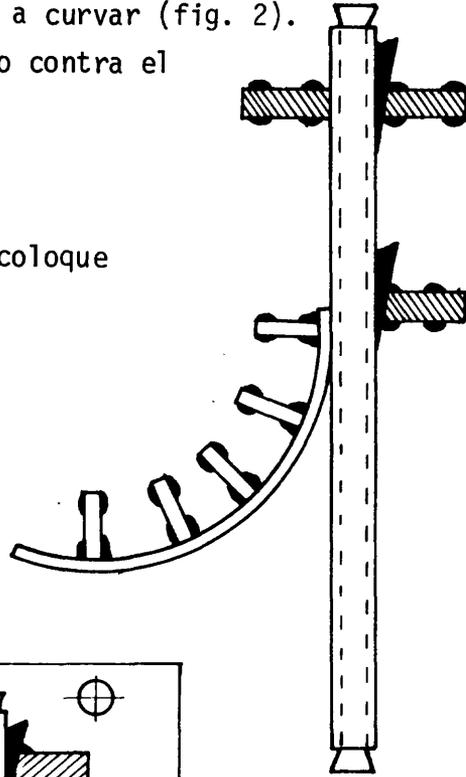

Fig. 2
- ___ b Coloque el tubo en el dispositivo a curvar (fig. 2).